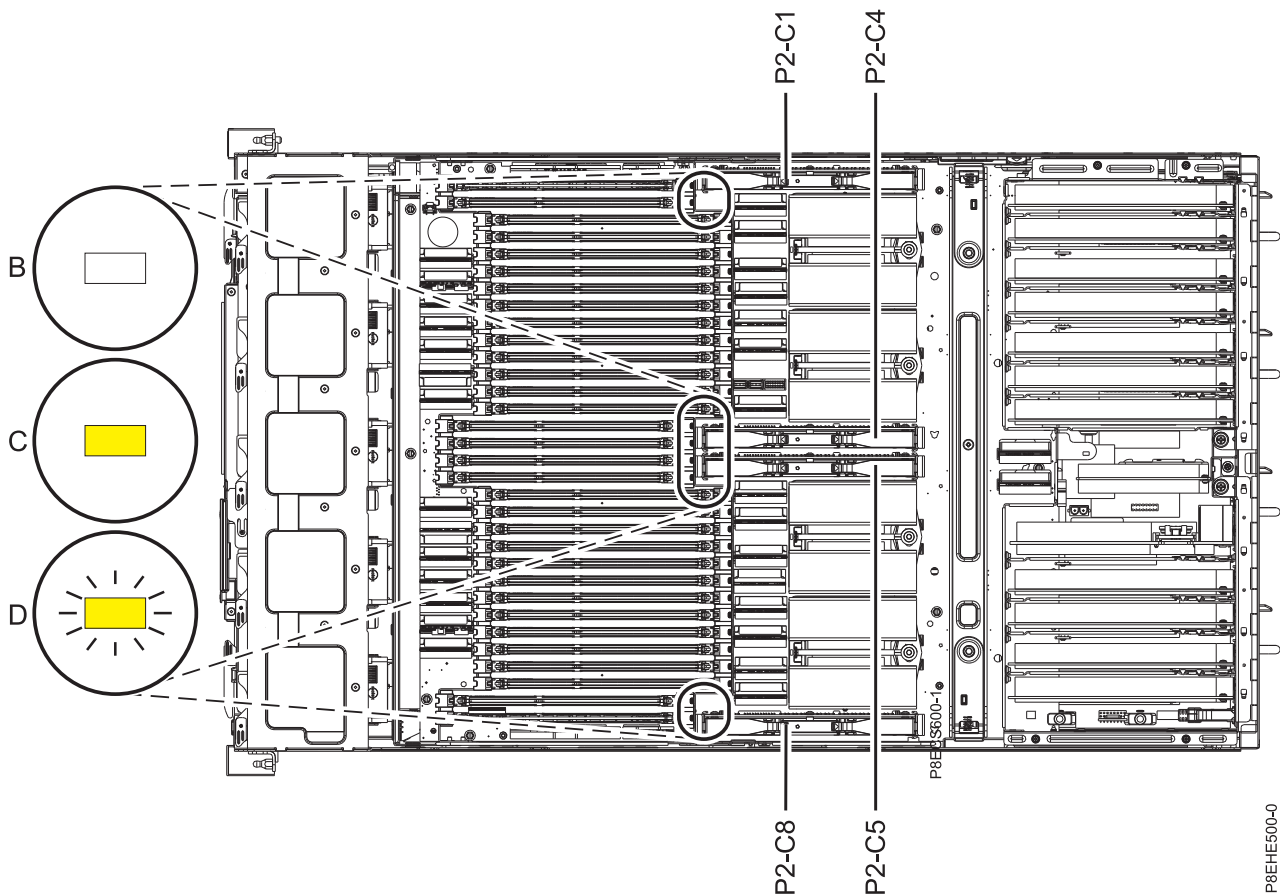

Figura 11. Ubicación de los módulos reguladores del voltaje del procesador y LED en el sistema 8408-E8E
3. Localice el LED del módulo regulador de voltaje de procesador. La Figura 11 en la página 20 muestra la ubicación de los módulos reguladores de voltaje de procesador y los LED.
- (B) Indica que el módulo regulador de voltaje de procesador está funcionando correctamente. El LED ámbar está apagado.
- (C) Indica un módulo regulador de voltaje de procesador defectuoso o anómalo. El LED ámbar está encendido de forma fija.
- (D) Indica un módulo regulador de voltaje de procesador defectuoso o anómalo que se ha seleccionado mediante la función de identificación. El LED ámbar está parpadeando.